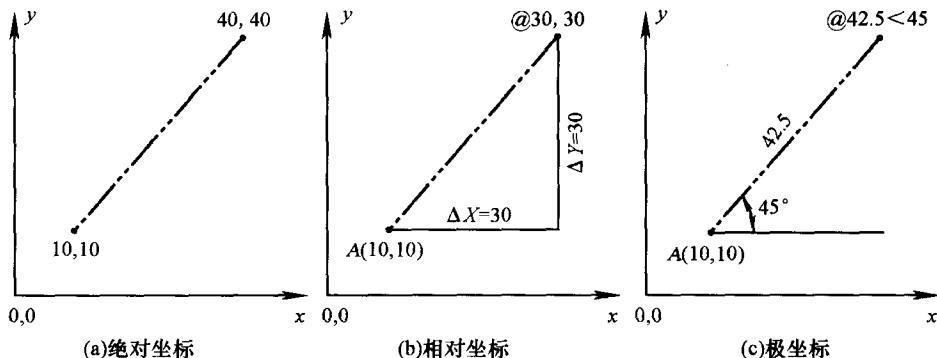

图2-1 绝对坐标、相对坐标、极坐标
1. 绝对坐标 指所要输入的点的坐标相对于原点(0,0)的X,Y的值。可直接由键盘输入X,Y的坐标值。例如:输入(40,40)则表示X=40,Y=40,如图2-1(a)所示。
2. 相对坐标 指相对系统当前点(如A点)的坐标,与坐标原点(0,0)无关。输入时必须在第一个数值前加符号@,以表示相对的意义。例如输入点@30,30则表示它相对于参考点A的坐标 $\Delta X=30$ 、 $\Delta Y=30$ ,如图2-1(b)所示。
3. 极坐标 也是相对坐标的一种,输入时必须在第一个数值前加符号@。例如输入@42.5<45,表示它相对于参考点A的极半径为42.5,角度为45°,如图2-1(c)所示。